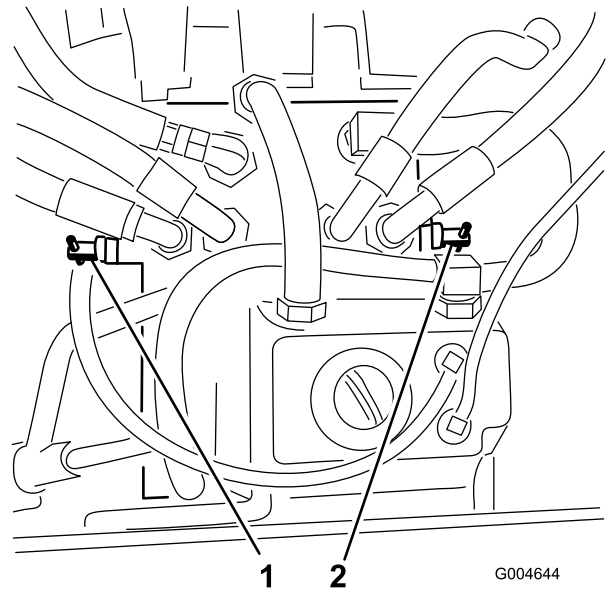

图26
- 找到旁通阀 图26 并将各个旁通阀逆时针旋转 1 圈。
4. 将各个阀门顺时针旋转 1 圈关闭阀门 图26。